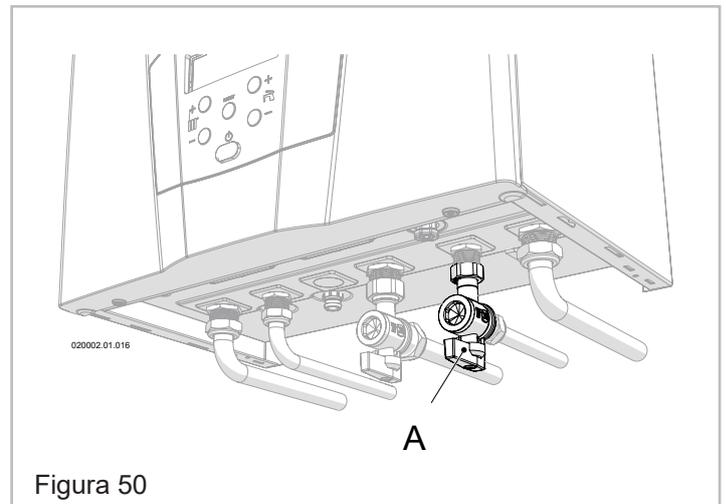

Figura 50
6. - Si la temperatura del agua es demasiado fría, hay que reducir el caudal utilizando el selector "A" (Figura 50), hasta lograr la temperatura deseada.